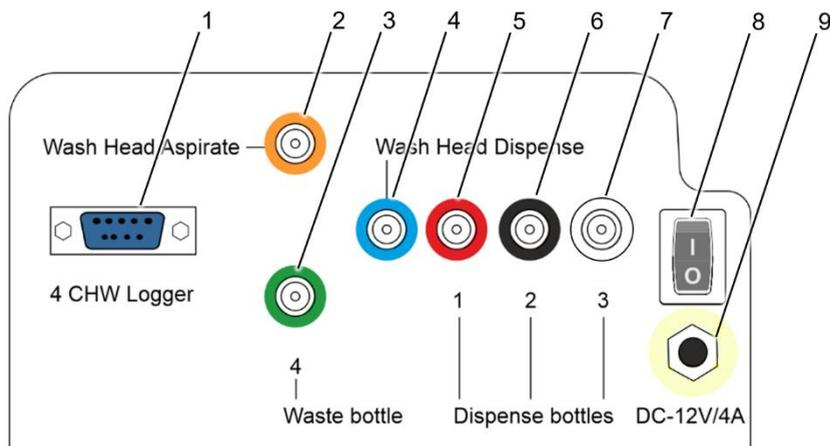
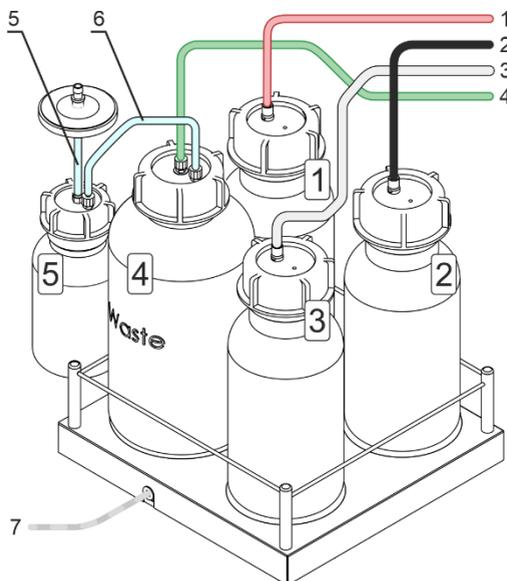

Рисунок 4. Задняя панель.
Рисунок 5. Бутылки с трубками
**Примечание.** Каждая трубка (рис. 2/6–2/8) и штуцер (рис. 4/2–4/7) помечены разными цветами. Убедитесь в том, что трубки полностью одеты на штуцера.
Штекер провода 4 CHW Logger (рис. 5/7, если используется)	Гнездо 4 CHW Logger на задней панели (рис. 4/1)
**Внимание!** Перед тем как подключать прибор к сети, убедитесь, что выключатель питания (рис. 4/8) на задней панели прибора находится в положении **О** (выключено).
- Подключите внешний блок питания к гнезду (рис. 4/9) на задней панели.
- Включите прибор, установив выключатель питания (рис. 4/8) в положение **I** (включено).